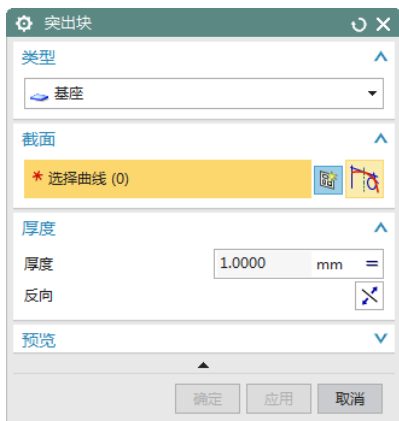

图 6-21 “突出块”对话框
(1) 选择“菜单(M)”→“插入(S)”→“突出块(B)”，或者单击“主页”选项卡“基本”面组上“突出块”按钮，打开如图 6-21 所示的“突出块”对话框。